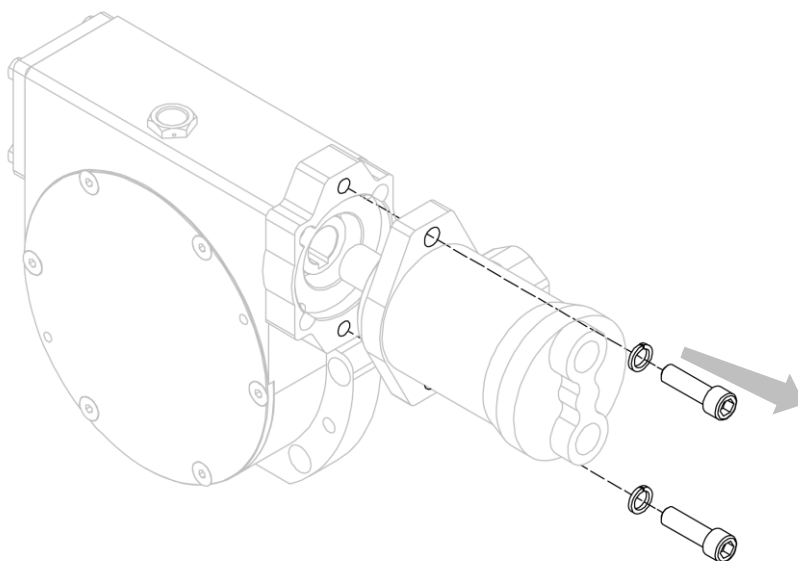

Figure 35
4. Séparer le moteur du réducteur après avoir retiré les vis correspondantes qui le retiennent (voir *Figure 35*).